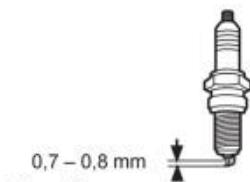

Fig. 79
6. Kontrollera tändstiftsavståndet. Den ska vara 0,7 – 0,8 mm (bild 79).